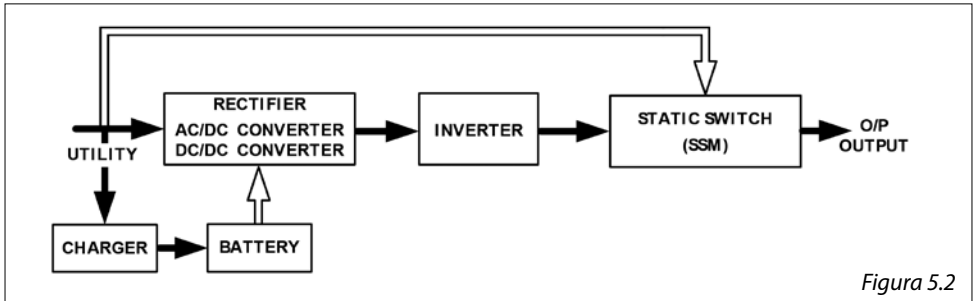

Figura 5.2
2. Cuando la red vuelve a la normalidad, el SAI se enciende en modalidad CA/CC, apaga el convertidor CC/CC y activa el cargador de baterías en modalidad de recarga. El SAI vuelve al estado que se representa en la figura 5.2.
4. El SAI reanuda automáticamente inmediatamente cuando la red esté nuevamente disponible, como se indica en la figura 5.2.